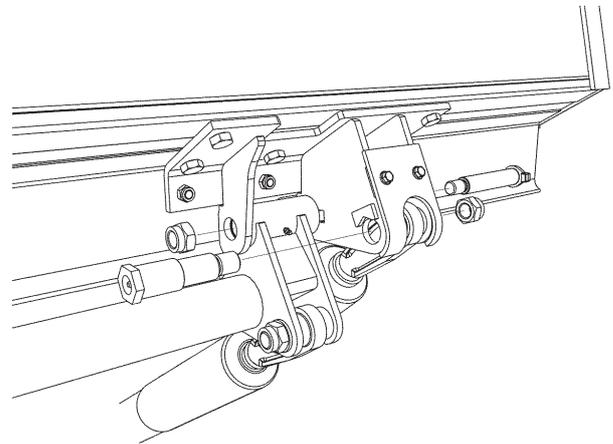

Abbildung 35. Montage von Ladebordwand und Kippzylinder
3. Die Ladebordwand an den Hubarmen montieren. Die Muttern mit einem Drehmomentschlüssel anziehen, siehe Abbildung 35.
4. Einen der Kippzylinder an der Bordwand montieren. Die beiliegende Welle und das Stützrad verwenden, siehe Abbildung 35.